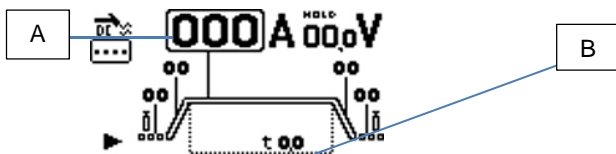

Fig.5
**PUNTATURA.** Scegliere la corrente di saldatura (fig. 5 rif. A) e il tempo di puntatura (fig. 5 rif. B) tramite l'encoder **S1**, ruotandolo fino al parametro desiderato e premendolo per impostarne i valori.